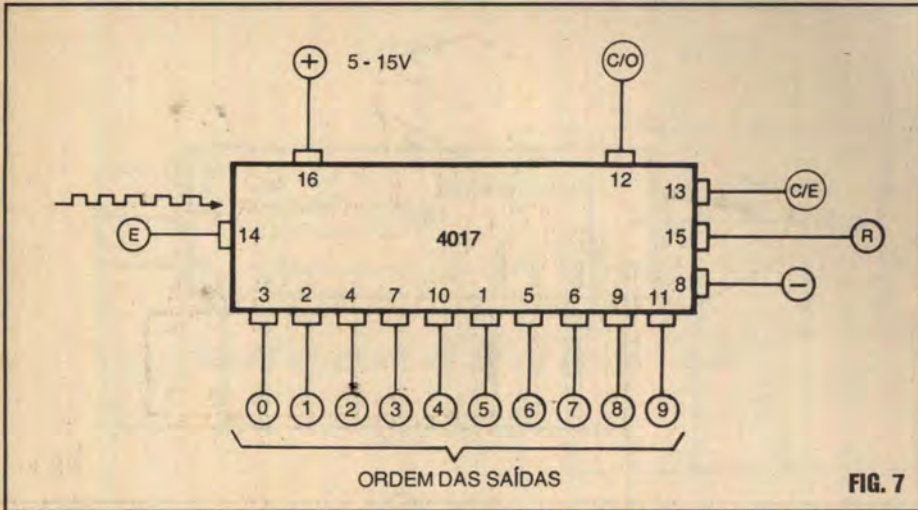

FIG. 7
**14 - (C) - Clock** - Entrada geral para os pulsos a serem "contados"/decodificados. Lembrar que, sendo o 4017 um representante da "família" digital C.MOS, os pulsos de excitação devem ter estados "0" e "1" muito bem definidos e com transições acidentadas e descendentes bastante rápidas.
**15 - (R) - Reset** - Pino de "zeramento" da contagem/decodificação. Enquanto esse pino estiver recebendo nível digital "0", a contagem dos pulsos apresentados à Entrada de Clock (pino 14) se dá normalmente... Com um nível digital "1" aplicado ao dito pino de Reset (15) a contagem ou apresentação dos "resultados" decodificados é, automaticamente, zerada ou reiniciada (a partir da Saída "0"...)
**- FIG. 7 - "REORDENANDO" AS SAÍDAS DO 4017 PARA "FACILITAR" OS DIAGRAMAS...** - Observando a numeração dos pinos e respectivas funções, o Leitor/Aluno logo perceberá que a ordem das 10 Saídas decodificadas "não bate", não corresponde à sequência numérica dos próprios pinos... Dessa forma, para prevenir a "bagunça visual" nos diagramas e representações esquemáticas de circuitos que contenham o 4017, é costume dar ao Integrado a representação mostrada na figura, como que "reordenando" as funções externamente acessíveis (em detrimento da ordem "real" das "pernas"...). Dessa forma, fica bem mais fácil "acompanhar", entender e interpretar as conexões e sequências que podem ser obtidas com o Integrado... O Leitor/Aluno que não perdeu nenhuma das anteriores "Aulas" do ABCDE sabe que essa modalidade é ape-